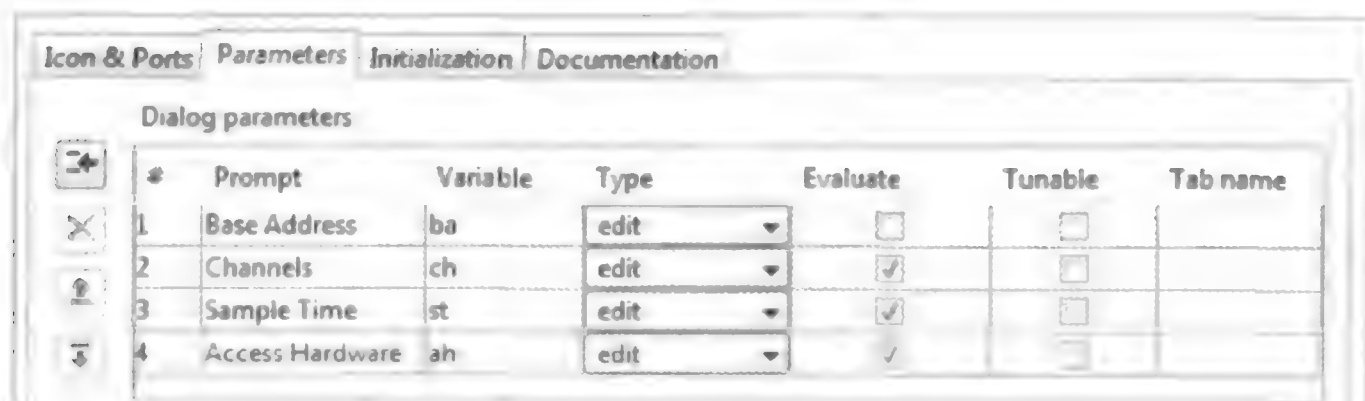

图 4.4.14 Parameters 界面
② Parameters 界面。新建 4 个参数,如图 4.4.14 所示,其中 Prompt 列表示封装之后,模块对话框各条目的提示文字,Variable 列表示该参数所对应的变量名。